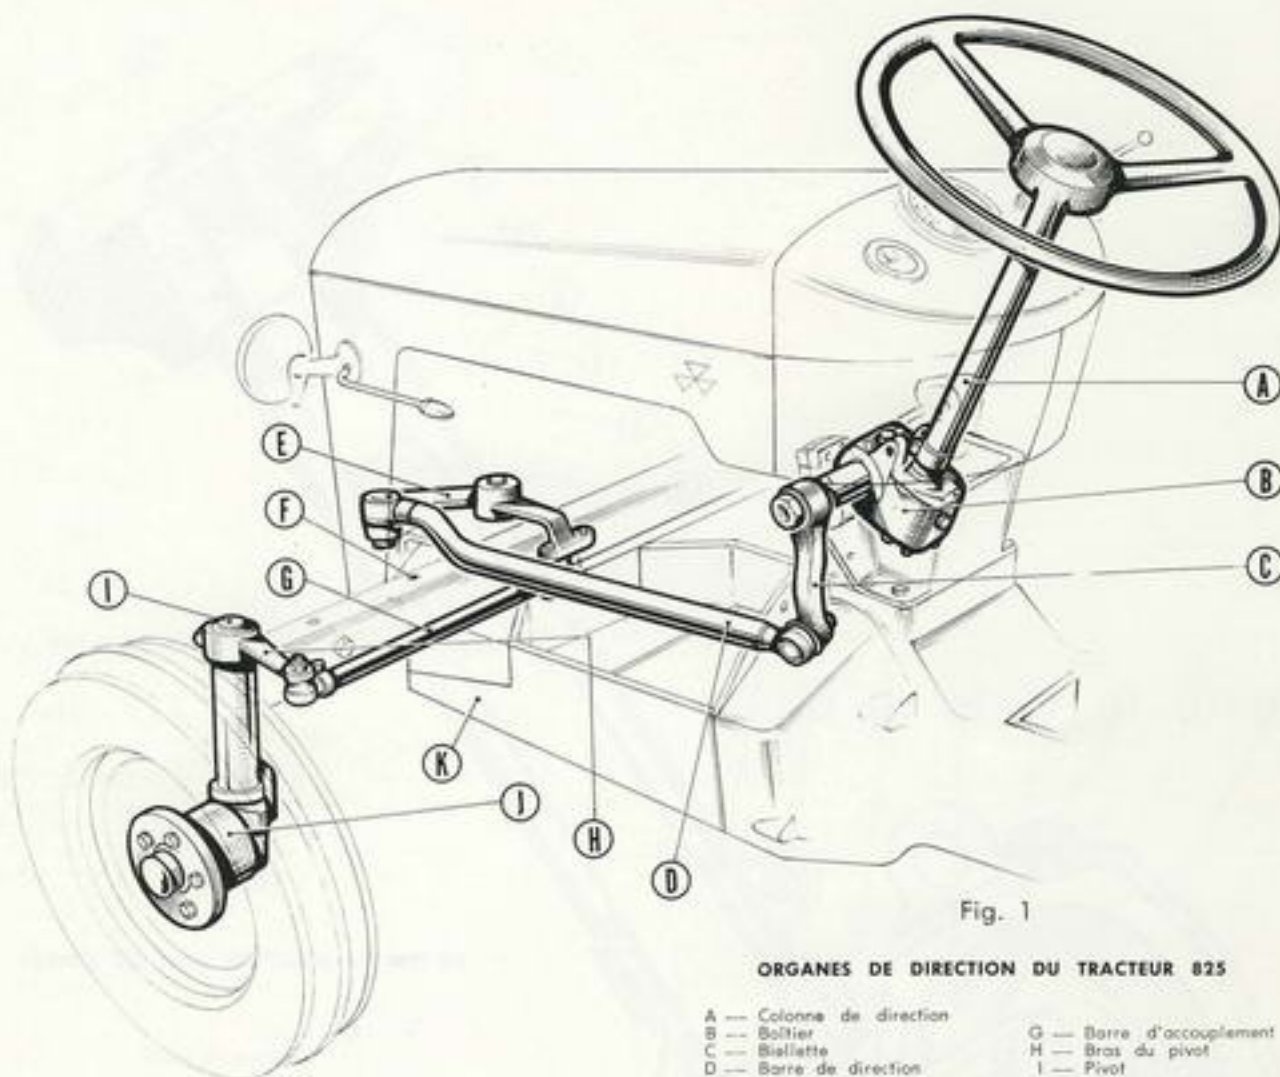

Fig. 1
- Veiller au branchement des fils. Une erreur de borne provoque systématiquement la destruction de l'appareil. Se référer au branchement à la fig. 1.
Après toute opération de branchement, nous recommandons de vérifier le montage avec la fig. 1.
La direction du tracteur est du type classique ordinairement employé sur les tracteurs agricoles. Elle comprend essentiellement (voir fig. 1) :
Elle est en acier coulé et transmet le mouvement du porte-galet à la barre. Elle est bloquée à une extrémité sur le cône cannelé de l'arbre porte-galet par écrou freiné. L'autre extrémité reçoit l'axe de la rotule de la barre D (voir fig. 1).
C'est un tube creux aux extrémités duquel sont soudées 2 rotules. Elle transmet le mouvement de la biellette au levier double (voir fig. 1).
Il renvoie le mouvement de la biellette aux barres d'accouplement. Fait en acier coulé, il pivote sur un axe solidaire du support d'essieu, au moyen de 2 bagues en bronze emmanchées à force et rectifiées ensuite. Il est retenu axialement par une rondelle bloquée par une vis (voir fig. 1).
Elles relient le levier double aux bras des pivots de fusées H. L'extrémité solidaire du bras est télescopique et comporte des encoches de blocage pour les changements de voie. L'autre extrémité se visse dans la barre et permet d'effectuer le réglage du pincement (voir fig. 1).